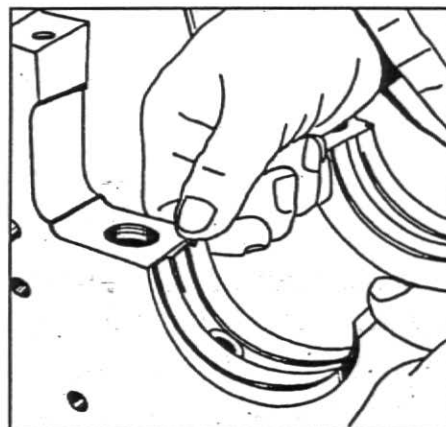

Fig. 6
3. Monte os casquilhos superiores e inferiores junto ao bloco e às capas de mancais, posicionando corretamente as travas. Se a árvore de manivelas for retificada, use os casquilhos de sobremedida para a qual foi retificada. Diâmetro interno do casquilho da biela: 63,533 - 63,553 mm ou 2,5013 - 2,5021 pol (S4) e 63,535 - 63,559 mm ou 2,5014 - 2,5023 pol (S4T/S4T Plus), figs.6 e 7.